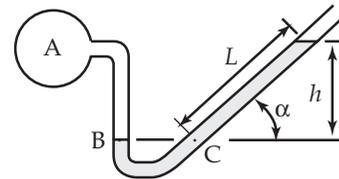

Figura Er1.4
**Er1.4** Quando se utiliza manômetros em U, uma forma de aumentar a precisão da leitura da medida de pressão é a utilização de manômetros inclinados, como podemos ver na Figura Er1.4. Se o fluido manométrico utilizado no manômetro ilustrado nesta figura for óleo com densidade relativa 0,83, se o ângulo de inclinação  $\alpha$  for igual a 30° e se a leitura proporcionada for  $L = 50 \text{ mm}$ , qual deve ser a pressão manométrica do ar existente no recipiente A?